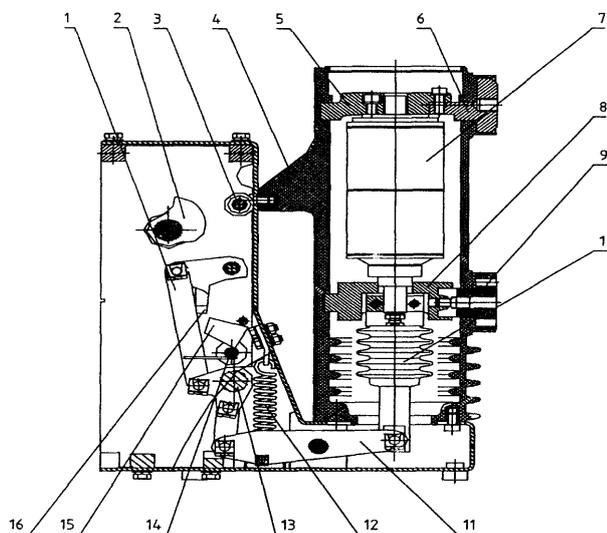

Рисунок 3 Схема исполнительного механизма выключателя
6.2.2. Включение (Рисунок 3)
6.2.3. Выключение (Рисунок 3)